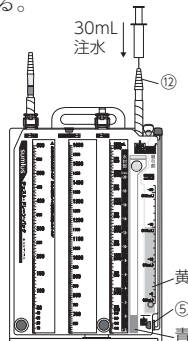

図 2
7. 吸引装置接続チューブ⑫から約30mL滅菌蒸留水または生理食塩水を注水する。（図2）注水された水は青色になる。水封水位調節ポート⑤に注射針付シリンジを刺し込むと水位の調節が可能である。